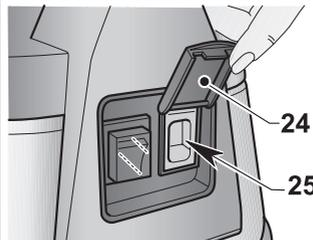

Fig. 11
- Den Deckel heben (24 Abb. 11).
- Den Stecker der elektrischen Bürste in die Steckdose (25 Abb. 11) an der oberen Seite des Staubsaugers einstecken (maximal zugelassene Kraft 200 W).